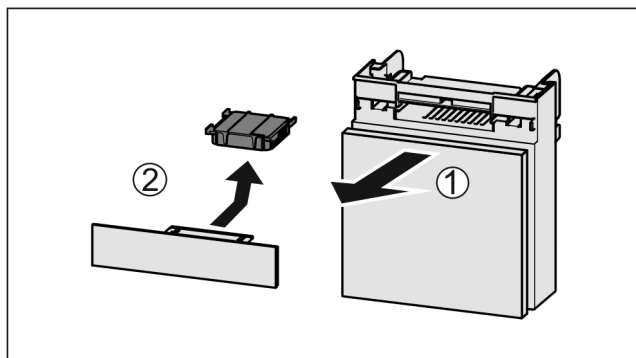

Fig. 272
- Estrarre il vano tirando in avanti Fig. 272 (1).
- Rimuovere il filtro a carboni attivi Fig. 272 (2).